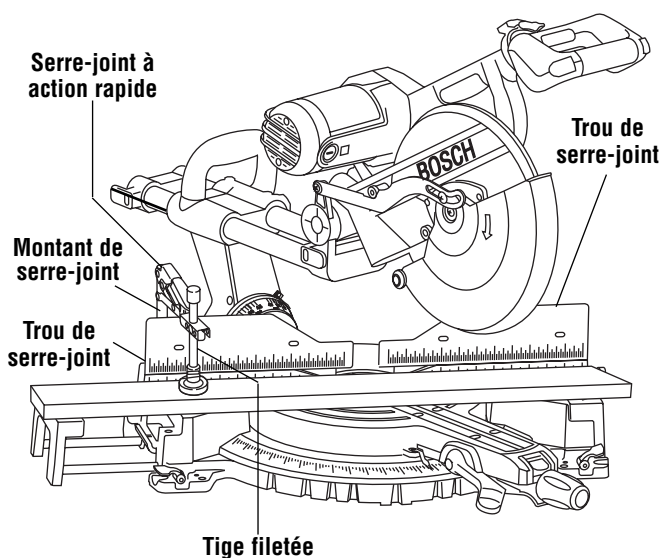

Figure 19. Serre-joint à action rapide
Serre-joint à action rapide – Ce serre-joint permet de fixer facilement une pièce sur l'un ou l'autre des deux (2) trous de serre-joint situés derrière le guide (Figure 19).